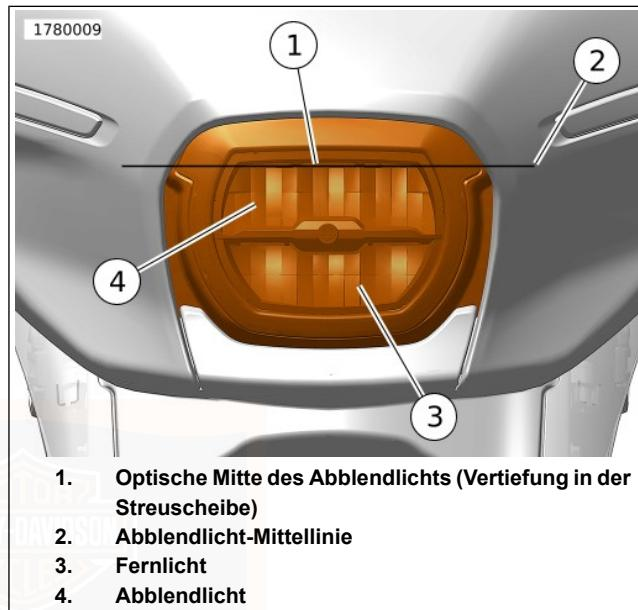

Abbildung 121. Scheinwerfer-Komponenten
Siehe Abbildung 121. Bei LED-Scheinwerfern befindet sich das Abblendlicht hinter der oberen Streuscheibe (4).